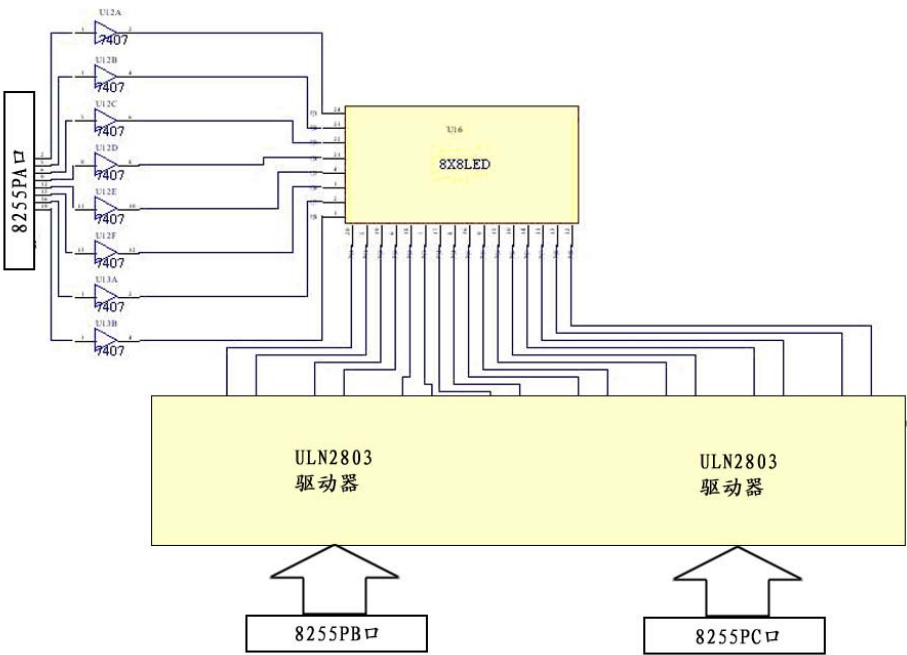

图4-21-3
5. 点阵显示模块工作于非总线模式，行代码、红代码、绿代码分别通过行驱动器7407和列反相驱动器ULN2803加到行线和列线上。如图4-21-3。